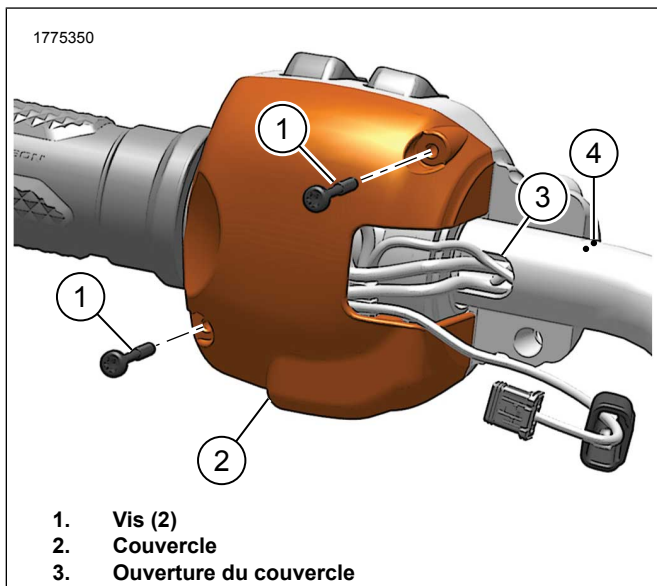
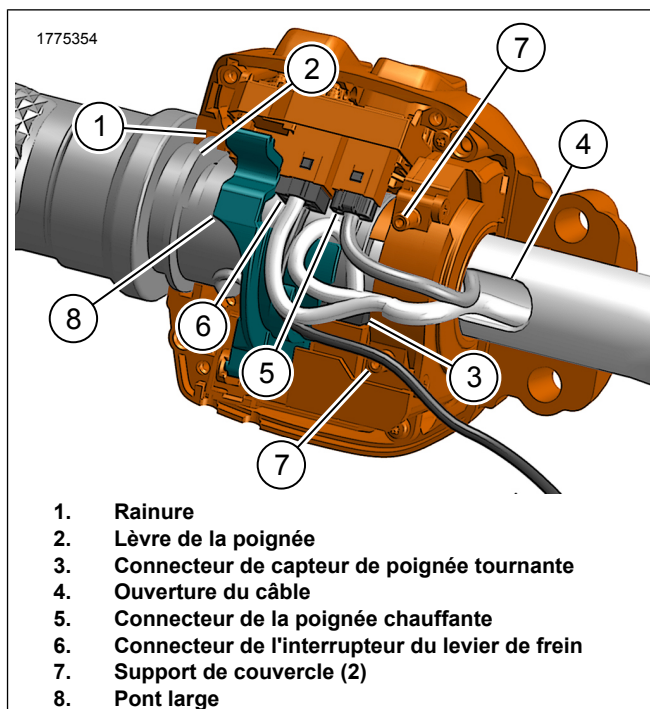
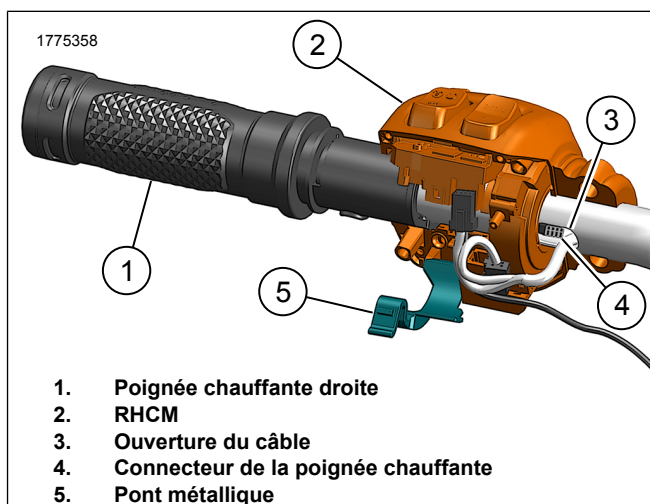

Figure 9. Couvercle RHCM
Figure 10. Connexions RHCM
Figure 11. Retrait/installation de la poignée droite
2. Voir la Figure 9. Retirer le couvercle de RHCM .
- a. Enlevez les vis (1).
- b. Enlevez le capot (2).
3. Voir la Figure 10. Déconnecter les connecteurs.
- a. Déconnecter le connecteur (6) de l'interrupteur du levier de frein.
- b. Déconnecter le connecteur (5) de la poignée chauffante.
- c. Déconnecter le connecteur (3) du capteur de poignée tournante.
4. Voir la Figure 11. Retirer la poignée chauffante droite.
- a. Ouvrir le pont métallique (5).
- b. Retirer la poignée (1) tout en faisant passer le connecteur de la poignée (4) par l'ouverture du câble (3).
- c. Retirer la poignée (1).
5. Retirer RHCM (2).
1. Voir la Figure 11. Installer la poignée chauffante droite.
- a. Faire passer le câble de la poignée par le guidon tout en guidant la poignée droite (1).
- b. Tirer le connecteur de la poignée (4) par l'ouverture du câble (3).
- c. Voir la Figure 10. Installer la lèvre (2) de la poignée dans la rainure (1) sur RHCM .
- d. Fermer le pont métallique (8).
2. Installer RHCM (2) sur le guidon.
3. Voir la Figure 10. Connecter les connecteurs.
- a. Connecter le connecteur du capteur de poignée tournante (3).
- b. Connecter le connecteur (6) de l'interrupteur du levier de frein.
- c. Connecter le connecteur de la poignée chauffante (5).
- a. Voir la Figure 10. Vérifier que les câbles sont placés entre les supports du couvercle (7).
- b. Voir la Figure 9. Faire passer les câbles par l'ouverture du couvercle (3).
- c. Installez le capot (2).
- d. Installez les vis (1). Serrer.
Cette arête doit être pré-installée dans la rainure RHCM à cet endroit lorsqu'elle est glissée sur le guidon comme indiqué dans Figure 10.